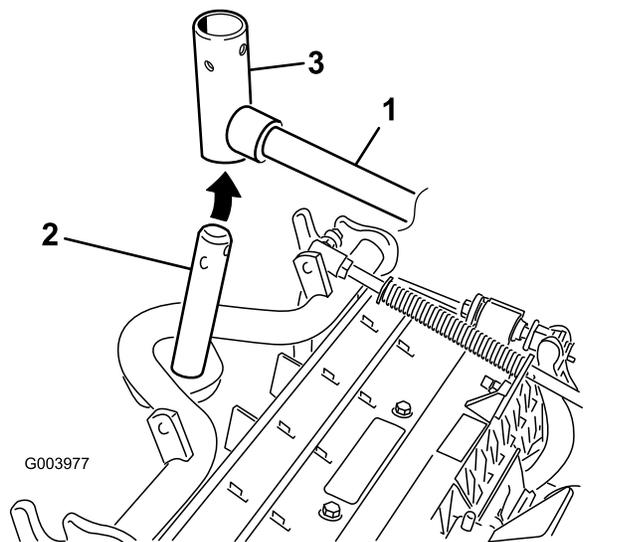

图8
7. 对于前滚刀组在将承载架轴向上插入提升臂轴枢的同时把滚刀组滑到提升臂下方图8。
B. 将提升臂枢插入承载架轴的上方图8。